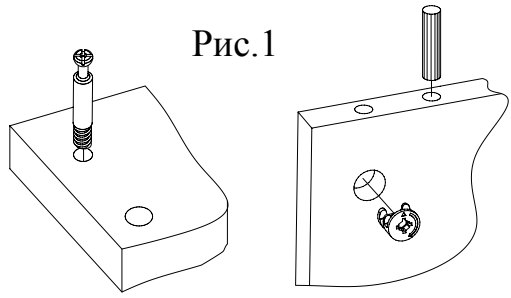
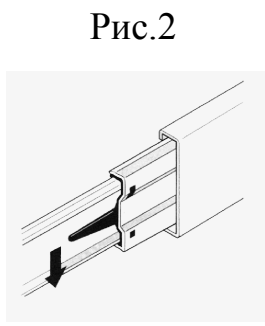
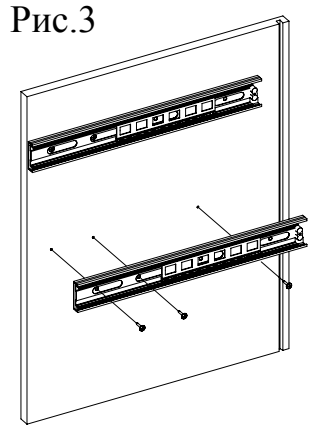
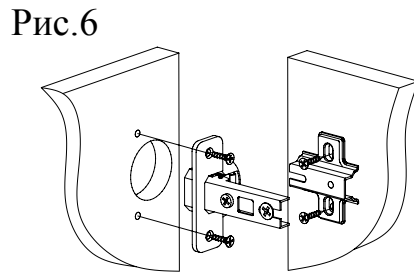

Рис.1
Рис.2
Рис.3
Рис.6
1. Подготовьте детали к сборке. Для этого вкрутите шпильки минификс в детали 11, 3, 4 и 14 (Рис. 1). В детали 1, 2, 3, 4, 8, 9 вставьте головки минификс и шканты (Рис. 1). Разъедините телескопическую направляющую (Рис.2). На детали 4 и 3 прикрутите широкие телескопы с помощью шурупов 3,5x16 (Рис.3). Вставьте полкодержатели в детали 1, 2, 3 и 4. При помощи шурупов 3,5x16 прикрепите ответные планки петель на детали 1, 2, а петли на детали 12, 13 (Рис.6). С помощью винтов 4x25 прикрутите ручки на деталь 14.